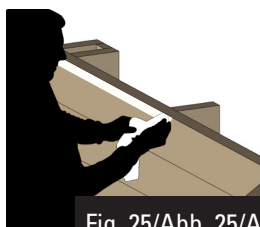

Fig. 25/Abb. 25/Afb. 25
- Collez l'adhésif double face pan par pan, en, l'alignant au sommet des madriers supérieurs (figure 25).
- Kleben Sie das doppelseitige Klebeband, Paneel nach Paneel, auf, indem Sie es am oberen Teil der oberen Bretter ausrichten (Abb. 25). Wenn das Holz ein wenig feucht oder staubig ist, können Sie es mit Sandpapier glätten, um das Anhaften zu erleichtern.